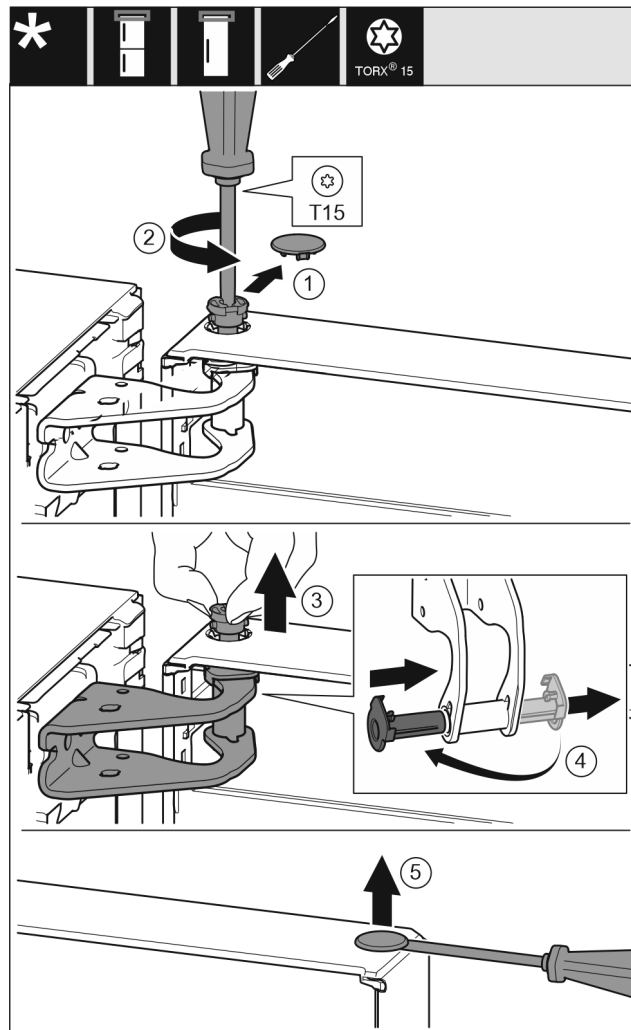

Fig. 9
- Осторожно снимите предохранительную крышку. Fig. 9 (1)
- Немного выкрутите палец отверткой T15. Fig. 9 (2)
- Удерживая дверь, извлеките палец вручную. Fig. 9 (3)
- Опорную втулку вытяните из направляющей. Установите и зафиксируйте с другой стороны. Fig. 9 (4)
- Осторожно приподнимите и извлеките при помощи шлицевой отвертки заглушку из опорной втулки двери. Fig. 9 (5)